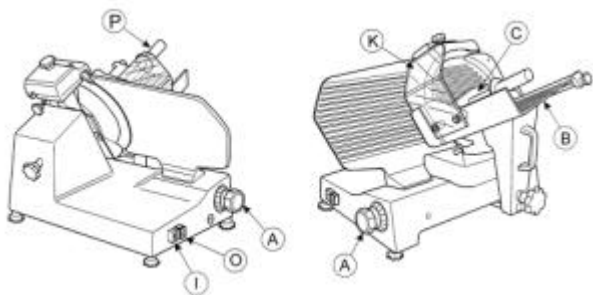

Fig. 1
4.1 Opérations pour l'utilisation (Fig. 1)